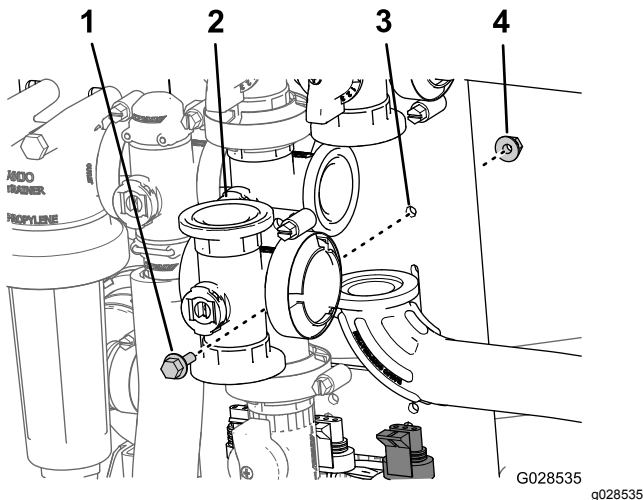

Figure 88
2. Retirez le boulon à embase et le contre-écrou à embase qui fixent la vanne maîtresse au support, puis déposez le collecteur de la machine (Figure 88).